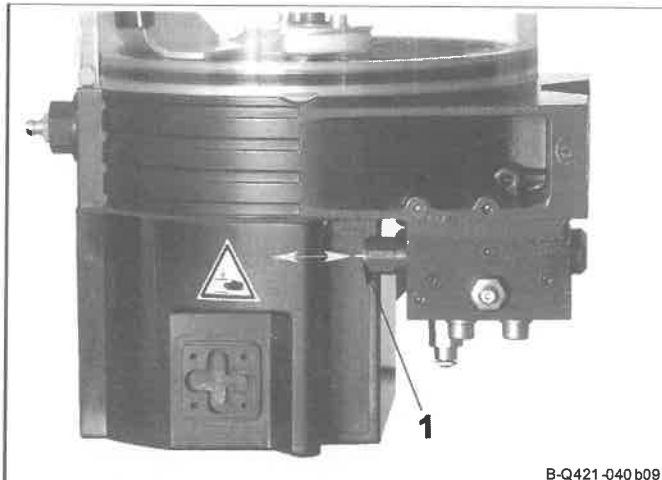

Abb. 9-3 Bewegung des Kontrollstiftes während der Schmierzeit
- Blockade in der nachgeschalteten Anlage (Abb. 9.3)
Eine Störung in der nachgeschalteten Anlage ist am Kontrollstift 1 (Abb. 9-3) erkennbar. Bewegt sich der Kontrollstift während der Schmierzeit nicht nach links und rechts, liegt eine Störung vor. Dabei fördert die Pumpe des QLS 421 Fett nicht sichtbar über das Druckbegrenzungsventil (Abb. 8-1) zurück in den Behälter.
- Lösen Sie eine Zusatzschmierung aus (Abb. 13-2). Wird Schmierstoff gefördert, bewegt sich der Kontrollstift 1 (Abb. 9-3).